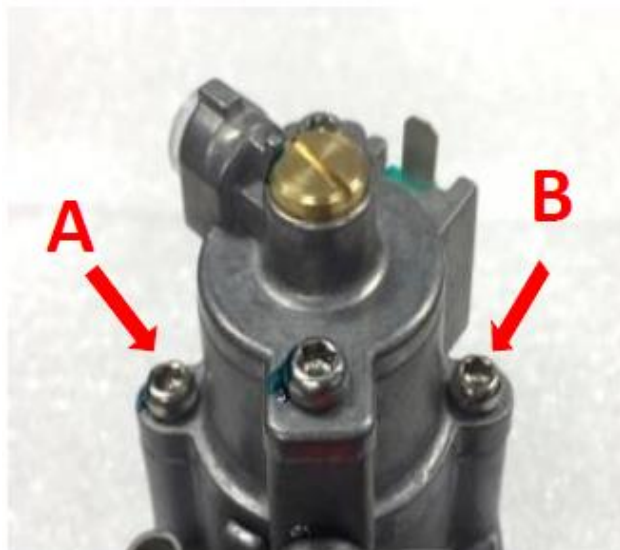

Figure 1
2. Avec un tournevis dynamométrique T20 inviolable enlevez les deux vis identifiées A & B dans les figures 1 & 2 du régulateur solénoïde.